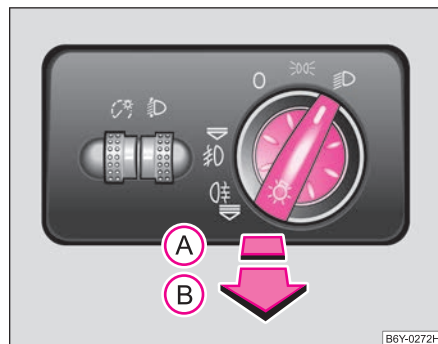

Fig. 32 Tabloul de bord: Înterupătorul de lumină
- Rotiți înterupătorul ⇒ fig. 32 în poziția O .
La autovehiculele cu **volanul pe dreapta*** ordinea aranjării înterupătoarelor diferă parțial față de ⇒ fig. 32 ordinea prezentată. Simbolurile de pe înterupătoare sunt totuși aceleași.
- Rotiți apoi întrerupătorul ⇒ **pagina 55, fig. 32** în poziția 𐀁 sau 𐀂.
- Acționați întrerupătorul până la **prima treaptă (A)**.
- Rotiți apoi întrerupătorul ⇒ **pagina 55, fig. 32** în poziția 𐀄 sau 𐀅.
- Acționați întrerupătorul până la **a doua treaptă (B)**. Concomitent se aprind și farurile de ceață*.